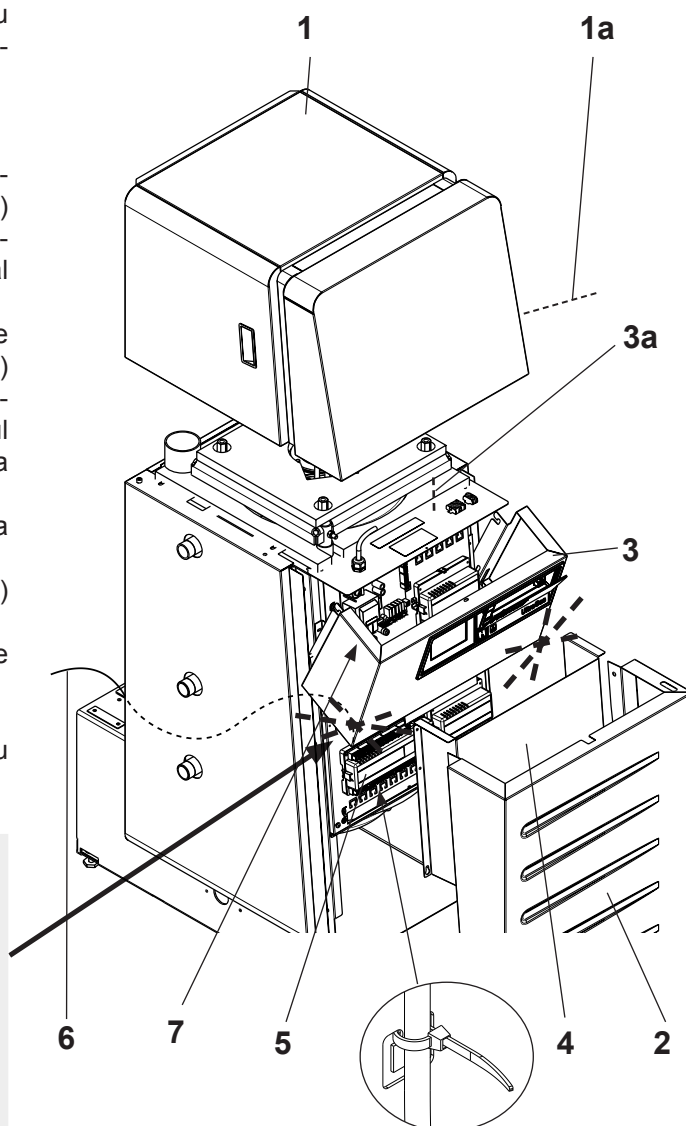

Fig. 28
1. Înlăturați capacul frontal (1, Fig. 28) după ce ați eliberat mai întâi șurubul de blocare lateral (1a, Fig. 28) (răsuciți aprox. ¼ de tură spre stânga și trageți în afară până la marcajul de oprire). Ridicați capacul frontal (1) direct în sus și înlăturați-l spre partea frontală.
2. Înlăturați capacul frontal inferior (2, Fig. 28) după ce ați eliberat mai întâi șurubul de blocare lateral (2a,) (răsuciți aprox. ¼ de tură spre stânga și trageți în afară până la marcajul de oprire). Ridicați ușor capacul frontal inferior (2 și 4, Fig. 28) și înlăturați spre partea din față.
3. Înlăturați șurubul de blocare (3a, Fig. 28) din partea dreaptă.
4. Ridicați caseta de comandă cu comutator (3, Fig. 28) și pliați-o.
5. Pentru intrările de cablu, consultați Fișa tehnică de securitate (6, Fig. 28).
Nu accesați zona marcată (Fig. 28) când desfaceți cutia cu borne.